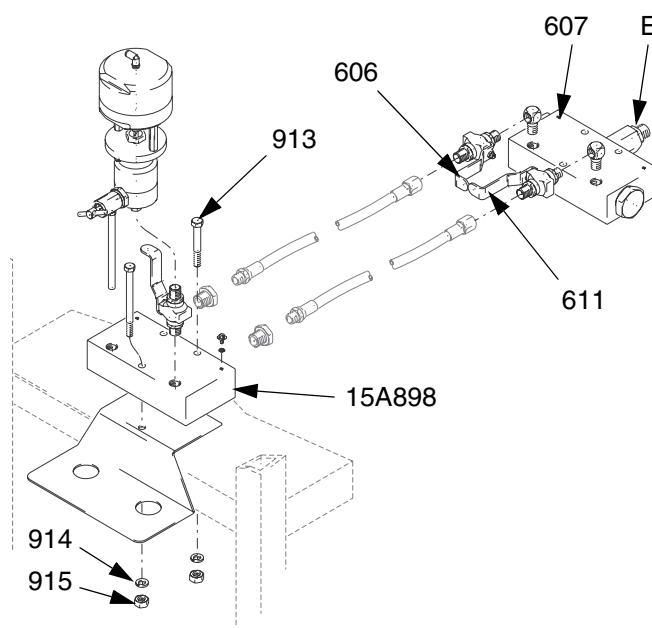

FIG. 8
2. Monter les vannes de dosage (601) et vannes d'arrêt (606, 611) sur le collecteur de dosage de produit 15A898. FIG. 8.